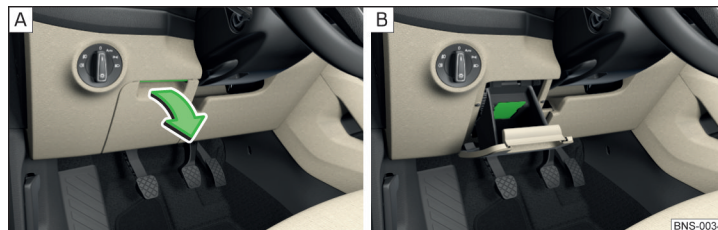

Fig. 93 Ouverture du vide-poches/porte-cartes
- Pour **ouvrir**, soulevez la poignée et ouvrez le couvercle du compartiment dans le sens de la flèche » fig. 93 - A.
Le vide-poches contient un porte-cartes » fig. 93 - B.